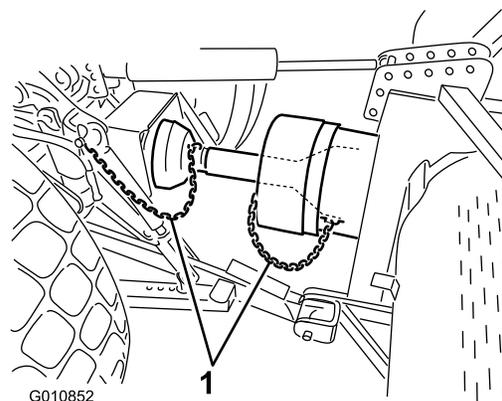

Figure 22
6. Connectez les chaînes de sécurité à la protection de la PDF et au support du tracteur (Figure 22). Assurez-vous que les chaînes ne se tendent pas lorsque l'aérateur est abaissé ou relevé.